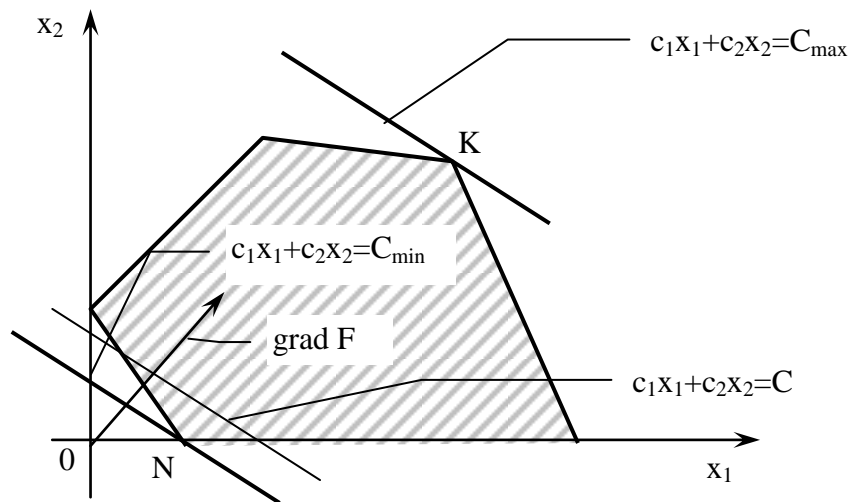

Рисунок 2 – Знаходження максимуму і мінімуму цільової функції графічним методом
Виходить, остання точка області, що перетинає пряма (6) при русі в напрямку градієнта, є точкою максимуму (т.К на рис.2).
Остання точка області, що перетинає пряма (6) при русі в напрямку, протилежному напрямку градієнта, є точкою мінімуму (т.Н на рис.2).